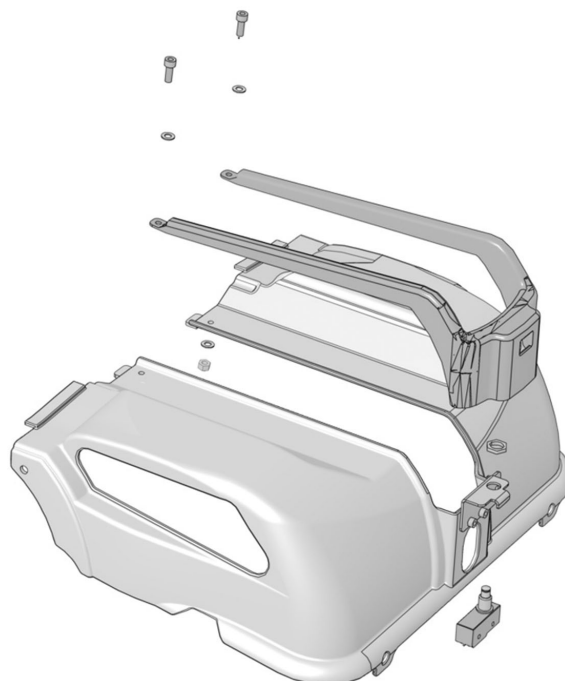

Bild 10. Klämskydd med kåpa och givare.
6. Demontera klämskyddets givare. Den sitter monterad med en mutter. Se bild. 10.